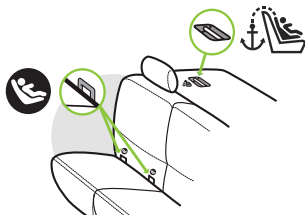

Figure 29
- DUA signifie dispositif universel d'ancrage. Ce terme fait référence aux ancrages intégrés dans un véhicule pour fixer l'ensemble de retenue pour enfant qui consiste en deux ancrages inférieurs situés au pli entre le dossier et le coussin de siège du véhicule et d'un ancrage pour la courroie d'ancrage supérieure derrière le siège du véhicule tel qu'illustré dans la **Figure 29**.